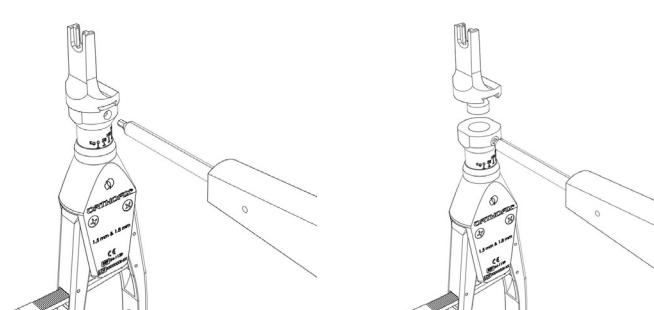

Figure 3
- 3) Pour échanger les différents types d'extrémités du tendeur, retirez la tête du tendeur pour broche en desserrant la vis de verrouillage avec le tournevis hexagonal (52-1018) (fig. 3). Ne retirez la vis en aucun cas.